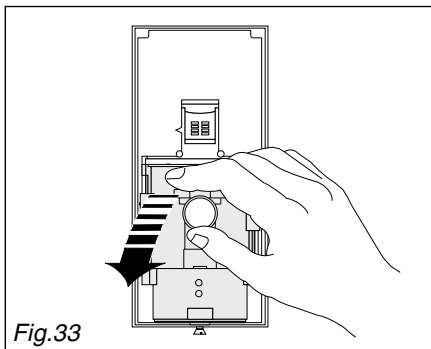

Fig.33
- 1- Retirer la partie anti-insectes du couvercle du détecteur (fig. 33).